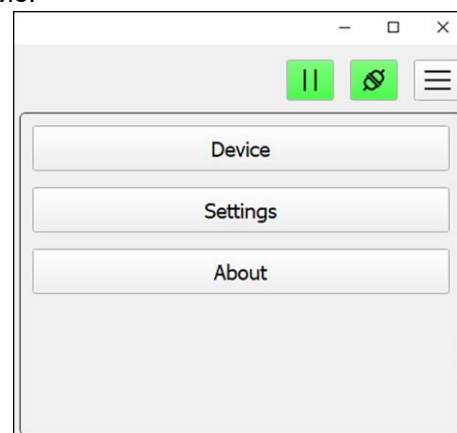

Рисунок 9.1 – Главное меню
9.2.1. В правой части интерфейса приложения размещено главное меню (Рисунок 9.1).